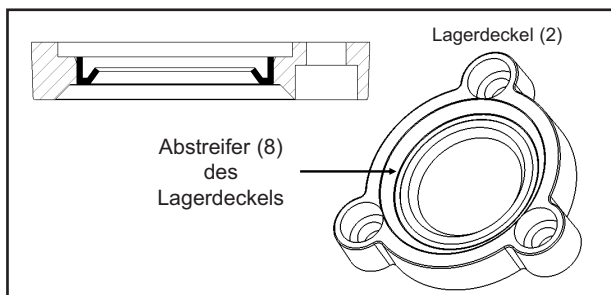

Abb. 22
6. Eine neue Öldichtung (8) leicht einfetten. Mit einem ausreichend dimensionierten Werkzeug mit der Lippe nach oben in den Lagerdeckel schieben, so dass er dem Lager gegenüber liegt ; siehe Abb. 22.